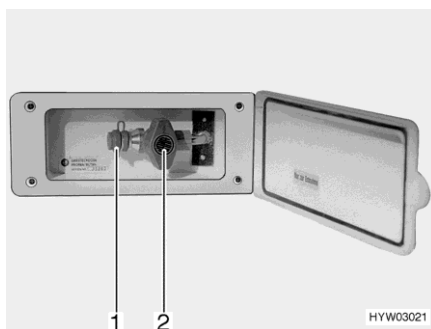

Fig. 114 Presa gas esterna (rubinetto di arresto del gas chiuso)
- Collegare l'apparecchio a gas esterno all'attacco (Fig. 114,1).
- Aprire il rubinetto di arresto del gas (Fig. 114,2).